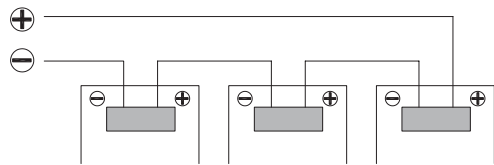
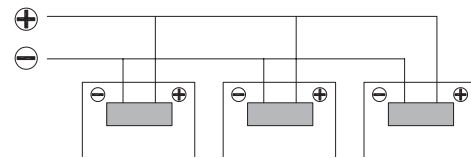

图4 串联线路图
图5 并联线路图
- 为了确保系统正常运行,在连接组件或连接负载(如变频器、电池等)时,应观察确保电缆的极性连接正确(如图4、图5所示)。如果组件连接不正确,旁路二极管可能会损坏。组件可以串联接线以增加电压。串联连接是将接线从一个组件的正极端子连接到下一个组件的负极端子上。图4显示了组件的串联连接方式。组件可以并联连接以增加电流(图5所示)。并联连接是将接线从一个组件的正极端子连接到下一个组件的正极端子上。